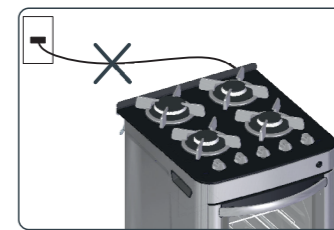

Fig. 11
- 1 | Não deixe o cabo de alimentação passar por trás do fogão (Fig.11).